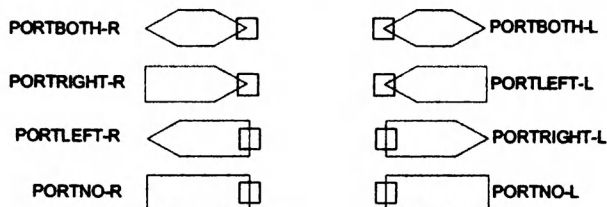

Рис. 18.6. Различные виды иерархических портов
Доступны различные иерархические порты, отличающиеся типом порта и направление потока данных. Рис. 18.6 показывает различные типы иерархических портов. Для примера: PORTRIGHT-R представляет собой порт, который имеет направление передачи вправо и имеет соединение на правой стороне.
- выходные порты из библиотеки CAPSUM: PORTLIGHT-L (см. рис. 18.6).